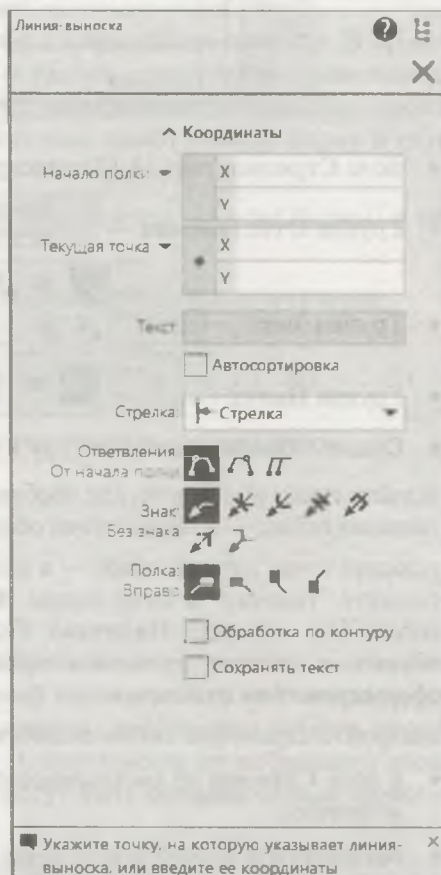

Рис. 13.11. Панель Параметры:
- ♦ нажмите на кнопку **Линия-выноска** на панели **Обозначение**. На панели **Параметры: Линия выноска** (рис. 13.11) появились следующие элементы управления: